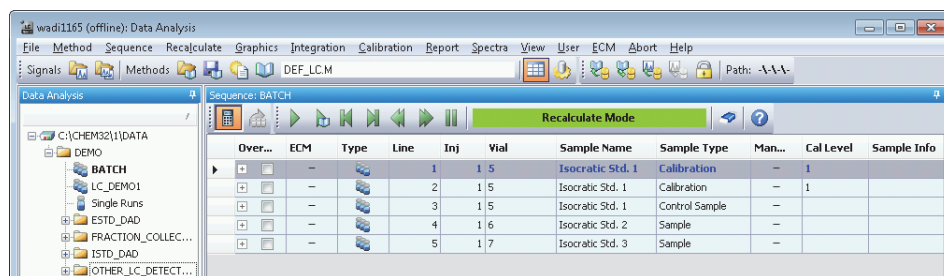

Рисунок 22 Таблица навигации для последовательностей, полученных при выключенном режиме **Unique Folder Creation**
- Когда последовательность, полученная при выключенной опции создания уникальной папки, загружается в таблицу навигации, на экране **Data Analysis** недоступен режим повторной обработки (Рис. 22 на странице 119). Повторная обработка последовательностей, полученных при выключенном создании уникальной папки, возможна только на экране **Method and Run Control** путем выбора варианта **Reprocessing only** в диалоговом окне **Sequence Parameters** (Рис. 23 на странице 120).